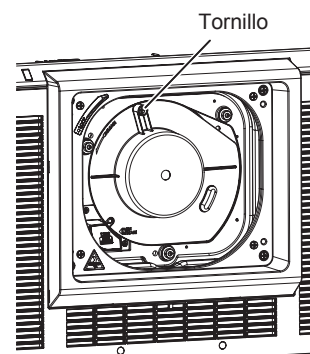

Figura 3
- 4) Fije la cubierta de la zona de la lente. (Figura 3)**